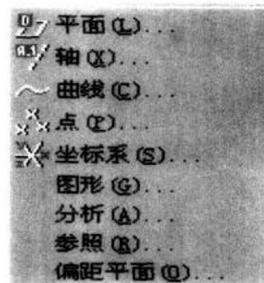

图 1.8
- 基准 这是在 Pro/ENGINEER 2000i² 中新增的基准下拉菜单。设计者使用这个菜单可以随时进行基准特征的创建，如图 1.8 所示。